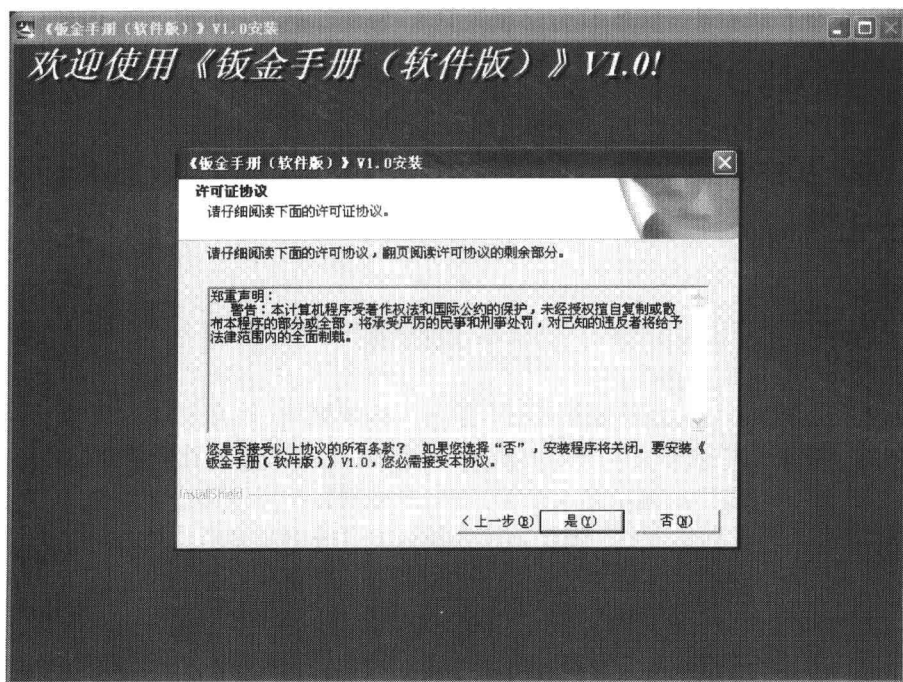

图 1.2 使用许可协议界面
- （3）单击“下一步”按钮，进入如图 1.2 所示的软件使用许可协议界面。在用户安装协议中，说明了用户的权利和义务，在您阅读协议内容并表示同意后，单击“是”按钮。